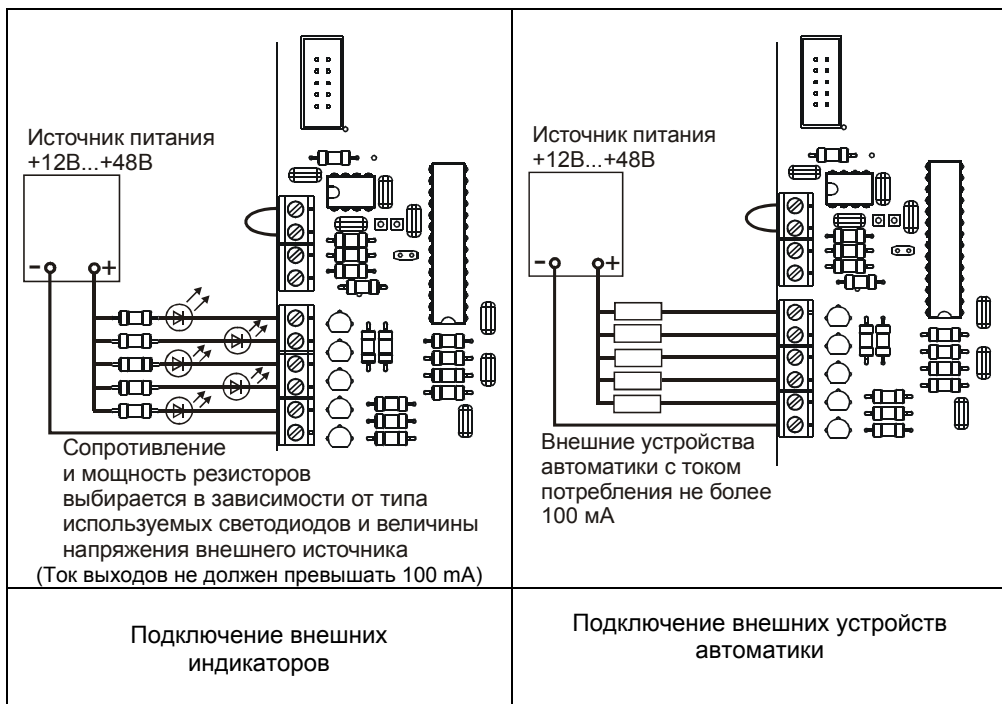

Рисунок 3
- подключить, при необходимости, к соответствующим контактам колодок (выходы типа «открытый коллектор») внешние цепи индикации или внешние устройства автоматики с током потребления до 100мА (см. рисунок 3);